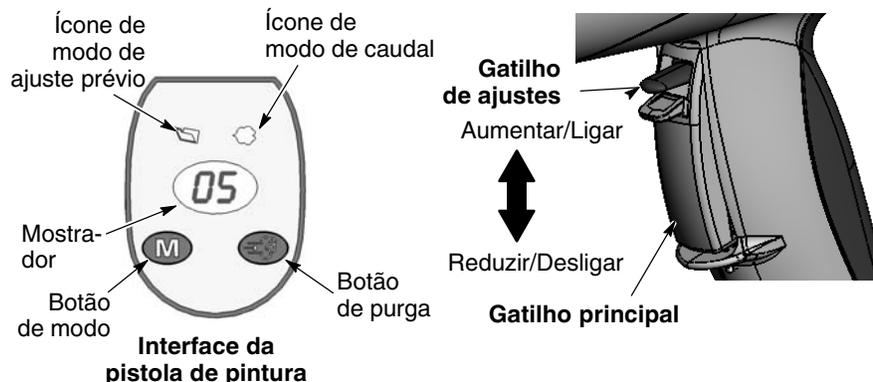

Figura 3-2 Comandos da pistola
1. Consulte a figura 3-2. Solte o actuador principal. Os ajustes prévios não podem ser modificados enquanto a pistola estiver actuada.
1. Consulte a figura 3-2. Prima o botão de **Modo** até o ícone do **Modo de caudal** se acender.
1. Consulte a figura 3-2. Aponte a pistola para pintura para dentro da cabina e solte o gatilho principal.